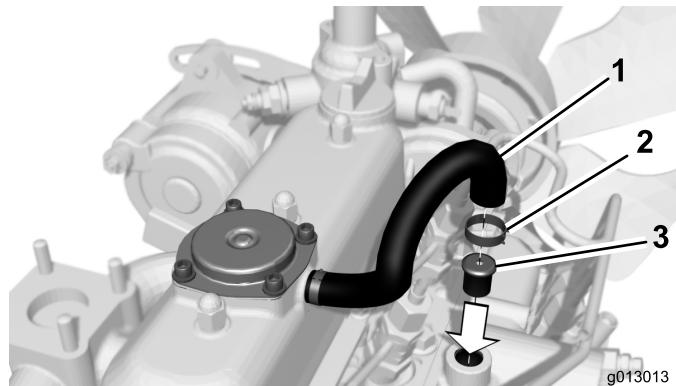

Figura 2
- Limpie cuidadosamente la zona de la conexión entre la manguera y el tubo del respiradero (Figura 2).
- Retire la abrazadera que sujetá la manguera del respiradero al tubo del respiradero del colector de admisión (Figura 2). Retire la manguera del tubo.
- Introduzca el nuevo orificio de admisión en el extremo del tubo del respiradero (Figura 2).